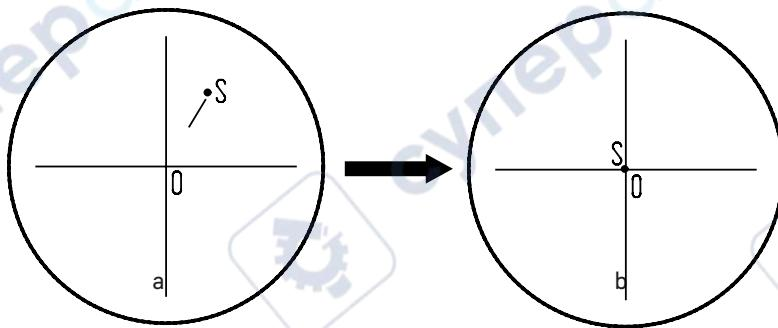

Рис. 19. Настройка канала визуализации
- Установите рукоятку переключения светового потока **3** в положение для наблюдения через окуляры и камеру. Наблюдая объект через окуляры, найдите отличительную точку в поле зрения (легко идентифицируемую цель, такую как точка **S** на рис. 19а), переместите объект на предметном столике так, чтобы данная точка находилась в центре поля зрения как показано на рис. 19б. Для этой процедуры вместо обычного препарата удобно использовать специальный калибровочный слайд с перекрестьем, а вместо обычного окуляра – окуляр с перекрестьем.